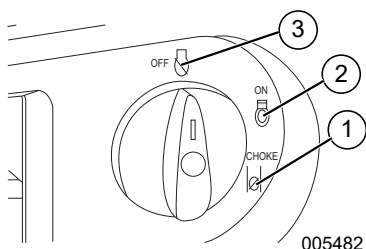

Figura 3-2. Posiciones de apagado/encendido/cebado
1. Consulte la **Figura 3-2**. Gire el interruptor de apagado/encendido/cebado a la posición CHOKe (Cebado) (1).
- Consulte la Figura 3-2. Cuando el motor arranque, gire el interruptor de apagado/encendido/cebado a la posición ON (2). El cebador reduce su funcionamiento a medida que el interruptor de apagado/encendido/cebado se gira hacia la posición ON.
- Consulte la Figura 3-2. Gire el interruptor de apagado/encendido/cebado a la posición OFF (3).
- Consulte la Figura 3-2. Gire el interruptor de apagado/encendido/cebado de la posición STOP a la posición ON. De esta manera se abrirá la válvula de combustible y el motor arrancará.